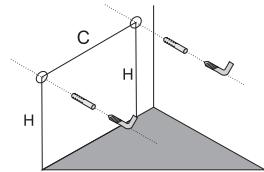

рис. 2
- Определите местоположение тумбы, поставив ее вплотную к стене. Выполните разметку стены в соответствии со схемой (рис. 2), где: С- расстояние между подвесными кронштейнами; Н-расстояние от пола до точки крепления кронштейна (с учетом декоративных ножек, если они входят в комплектацию)